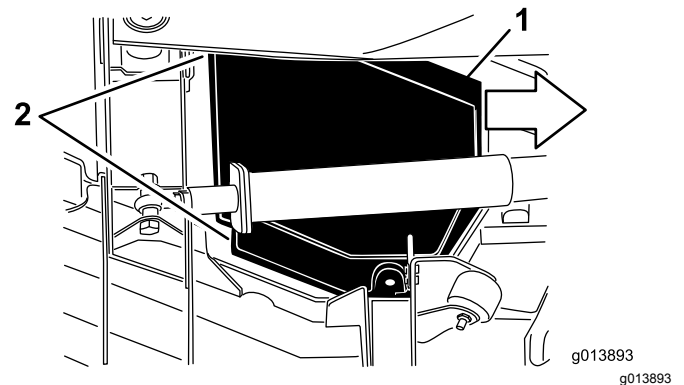

Figure 67
5. Tout en soulevant le couvercle, faites-le glisser vers le groupe de déplacement d'environ 2,5 cm pour dégager le bord extérieur du couvercle du plateau (Figure 67).